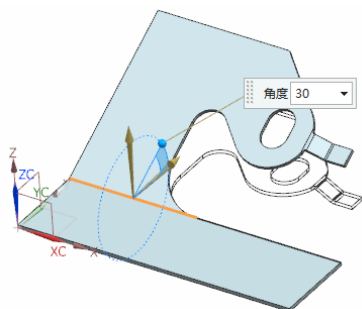

图 4-122 预览显示所创建的折弯特征
(12) 单击“完成”图标，草图绘制完毕，视图区预览显示如图 4-122 所示的钣金件。